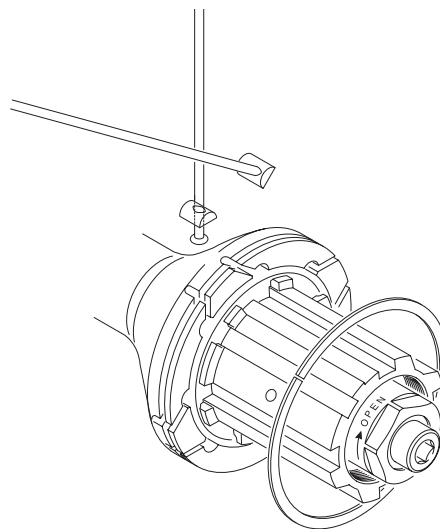

Fig. 42
- Inserite il nuovo raggio nell'apposita sede del mozzo orientando il lato del barilotto di maggior spessore verso il suo interno (Fig.42). Riposizionate il raggio sovrastante (se necessario) e l'anello feramaraggi.
- Fit the new spoke in the special seat in the hub, positioning the thickest side of the barrel towards the inside (Fig. 42). Reposition the overlapping spoke (if necessary) and the spoke stop ring.
- Die neue Speiche in den vorgesehenen Sitz der Nabe einführen, wobei die Seite der stärkeren Speichenbrücke nach innen gerichtet wird (Abb. 42). Falls notwendig, die vorgelagerte Speiche wieder in die ursprüngliche Position bringen und den Speichenhalterungsring wieder anbringen.
- Introduisez le nouveau rayon dans le logement réservé à cet effet sur le moyeu, en orientant le côté du barillet de la plus grande épaisseur vers son intérieur (Fig.42). Remettez le rayon au-dessus (si besoin est) et la bague de blocage des rayons.
- Meter el nuevo radio en el asiento correspondiente del buje, girando el lado del barrilete de mayor espesor hacia su interior (Fig.42). Volver a colocar bien el radio que pasaba por encima (de ser necesario) y el anillo bloquea-radios.
- Bevestig de spaak en het plaatje in de uitsparing van de naaf, let erop dat de dikste zijde van de barrel naar de binnenkant van de naaf wijst (fig. 42). Herplaats indien noodzakelijk de overkruisende spaak en de spaakstopring.